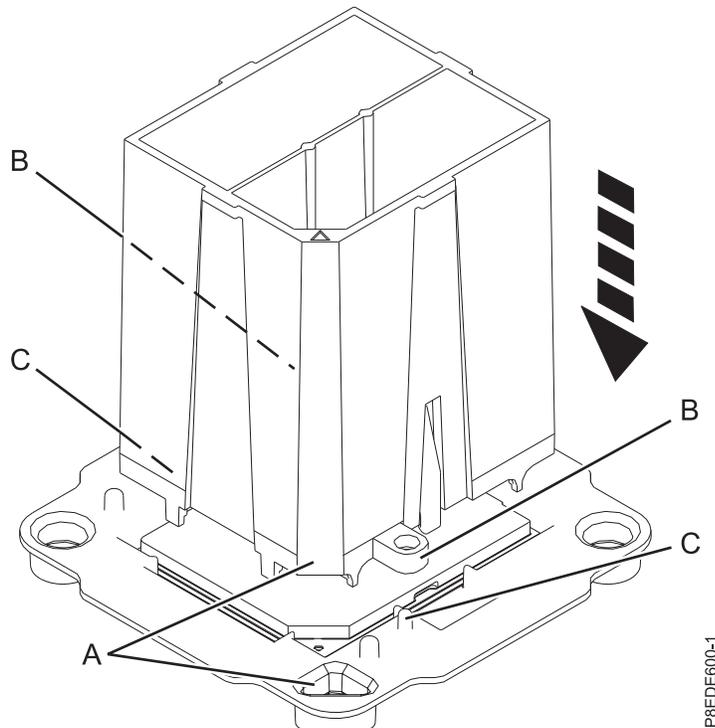

Abbildung 12. Ausbauwerkzeug auf das Systemprozessormodul herabsenken
3. Senken Sie das im Lieferumfang enthaltene Ausbauwerkzeug auf das Systemprozessormodul im Versandträger ab. Die abgeschrägte Ecke (**A**) des Werkzeugs muss an der dreieckig geformten Aussparung des Versandträgers ausgerichtet sein. Richten Sie die Aussparungen (**B**) des Werkzeugs an den Stiften (**C**) des Trägers aus. Siehe Abb. 12 auf Seite 14.